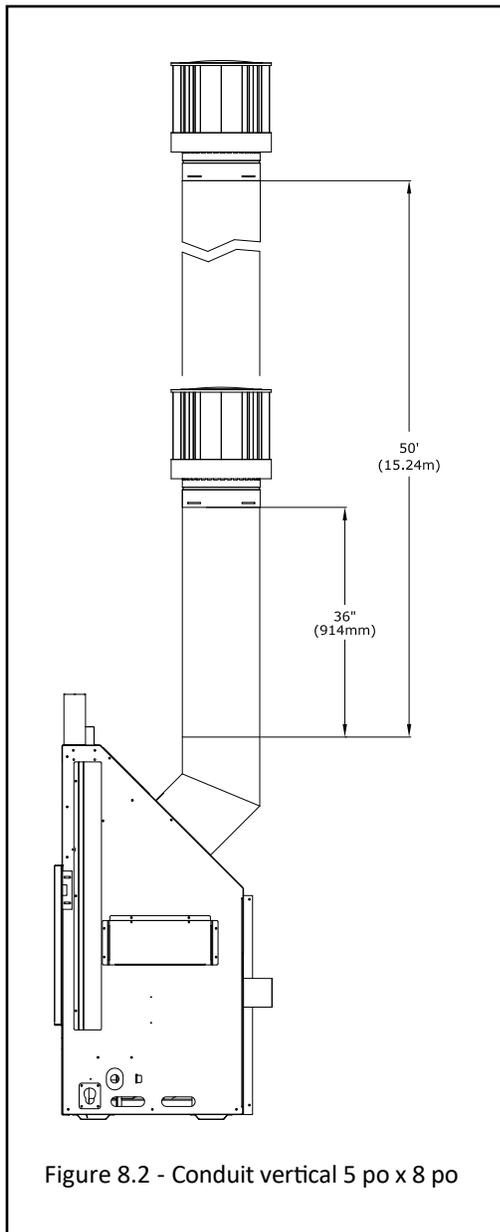

Figure 8.2 - Conduit vertical 5 po x 8 po
2. Installez la section du coupe-feu mural marquée #1 (dont le rebord est de 3/8 po/10 mm) dans l'ouverture encadrée. Fixez-la au mur intérieur avec des vis (non fournies). Voir la Figure 8.2.